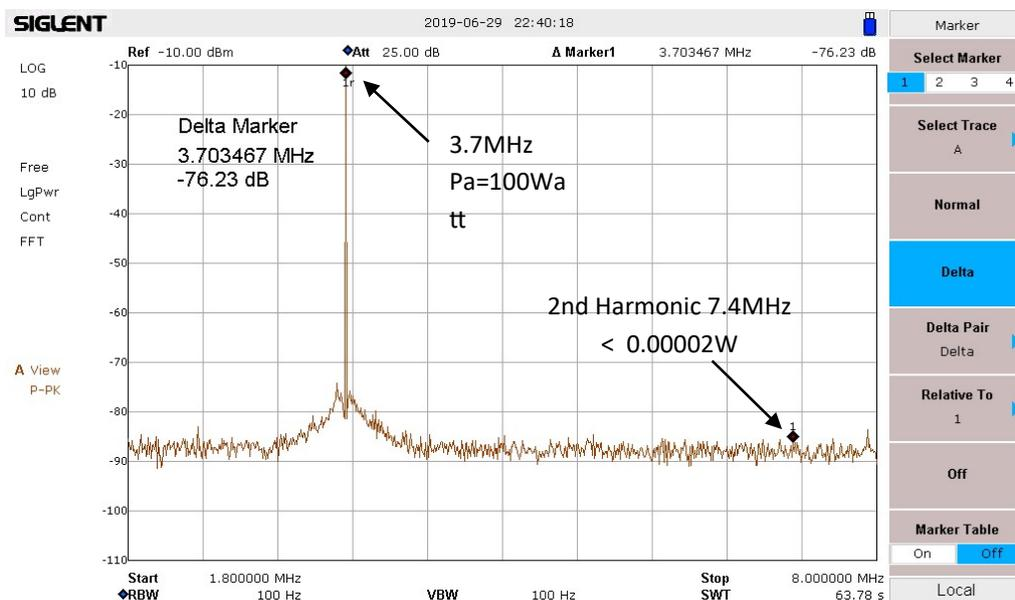

Fig. 18: El armónico de la señal CW de 3,7 MHz no es visible en el espectro, ya que es inferior a 0,02 mW
Un nivel de medición de -10 dBm en el analizador (**Fig. 18**) corresponde a una potencia de salida de 100W. Para las medidas de armónicos es importante asegurarse de que el propio analizador de espectro no genere armónicos que puedan distorsionar el resultado. Para esta medida el analizador tiene que trabajar con una separación armónica de al menos 80dB (6).